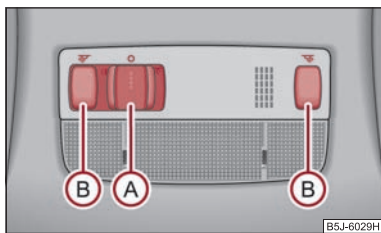

Abb. 40 Ausschnitt des Dachhimmels: Innenbeleuchtung vorn / hinten
- Drücken Sie den Schalter **A** nach rechts, es erscheint das Symbol ⇒ Abb. 40.
- Drücken Sie auf einen der Schalter **B** ⇒ Abb. 40, um die rechte oder linke Leseleuchte ein- bzw. auszuschalten.